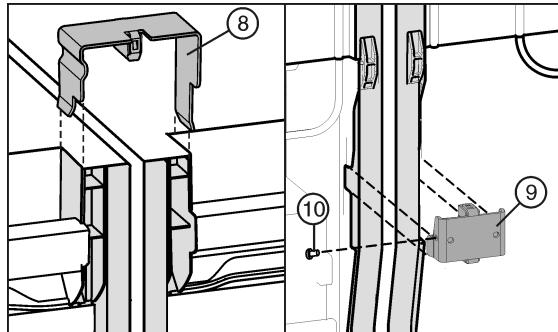

Fig. 24
- Coloque una abrazadera de unión Fig. 24 (8) en la parte superior de las paredes laterales intermedias.
- Introduzca una escuadra de unión Fig. 24 (9) en la escotadura adecuada de la parte inferior.
- Si la escuadra de unión está algo floja, monte un tornillo Fig. 24 (10).